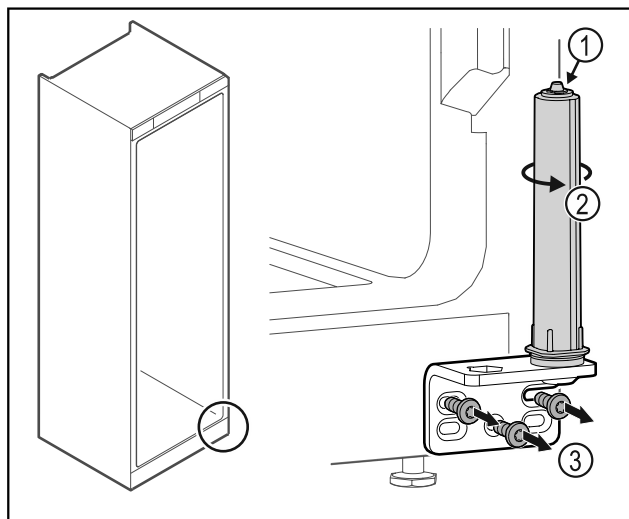

Fig. 51
- Nerozebírejte uzavírací systém dvířek Fig. 51 (1).
- ▶ Otáčejte uzavíracím systémem Fig. 51 (2), dokud nezacvakne.
- ▶ Odšroubujte úhelník závěsu Fig. 51 (3).